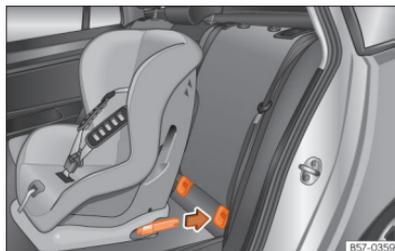

Fig. 37 Bancos traseiros: colocação da cadeira de criança com sistema ISOFIX.
- Insira a cadeira para crianças nas argolas de fixação ISOFIX ou i-Size até se ouvir o seu encaixe »» Fig. 37. Se a cadeira de criança dispuser de fixação Top Tether, encaixe-a no respetivo anel »» Página 66. Siga as instruções do fabricante da cadeira de criança.